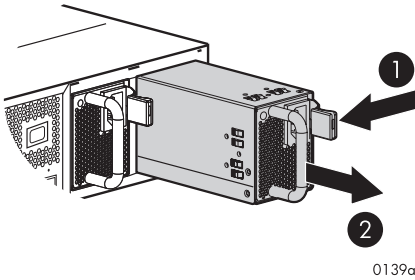

Figure 3 Rimozione di un alimentatore
2. Spostando la leva rossa verso sinistra (1, Figure 3), afferrare la maniglia ed estrarre l'alimentatore dal contenitore (2).